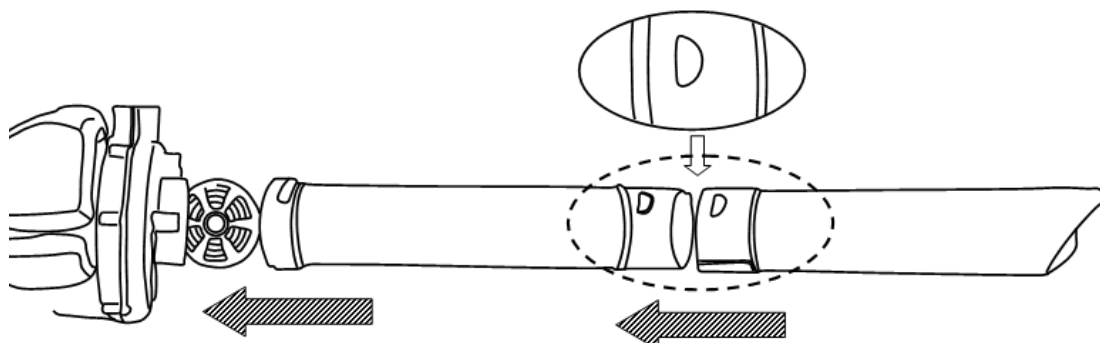

Rys. 2
### MONTAŻ DYSZ DMUCHAWY (Rys. 2)
1. Przymocuj nasadkę na górną dyszę dmuchawy przez wyrównanie wystających wypustek na górnej dyszy. Należy je połączyć przez wsunięcie i bezpiecznie dokręcić. (Rys. 2)